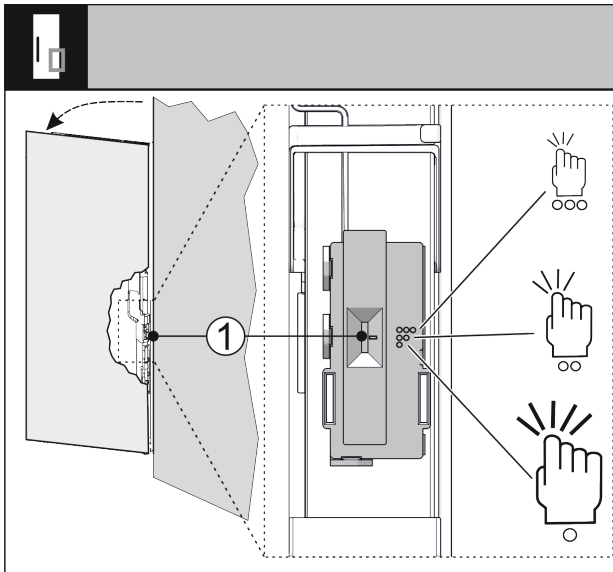

Fig. 71
Koputusanturin herkkyttä voidaan säätää kytkimellä Fig. 71 (1). Kytkin on saranan puolella oven alemmassa kolmanneksessa.
- ▶ Siirrä kytkin Fig. 71 (1) haluttuun kytkinasentoon.